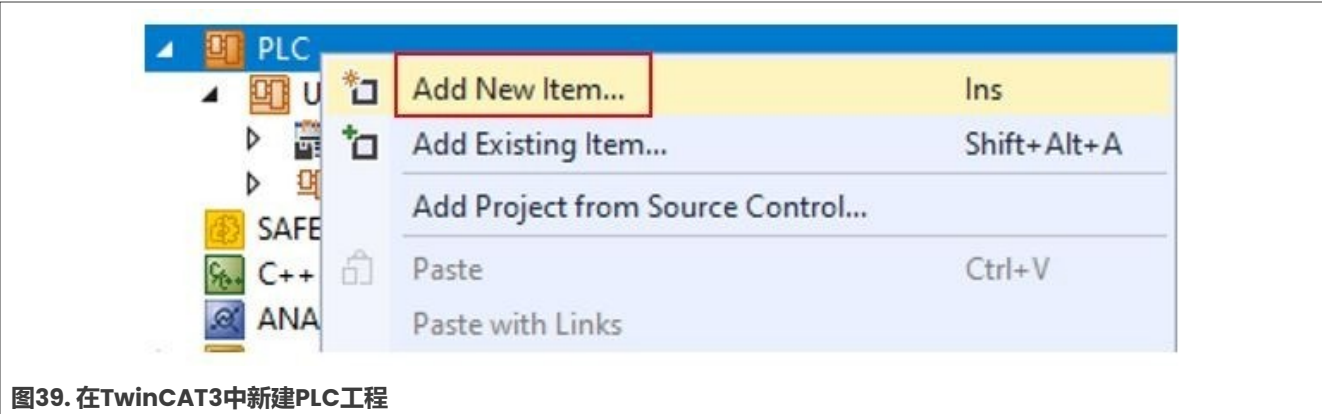

图39. 在TwinCAT3中新建PLC工程
1. 首先，新建一个PLC工程。右键单击**PLC**，然后单击**Add New Item**，如图39所示。